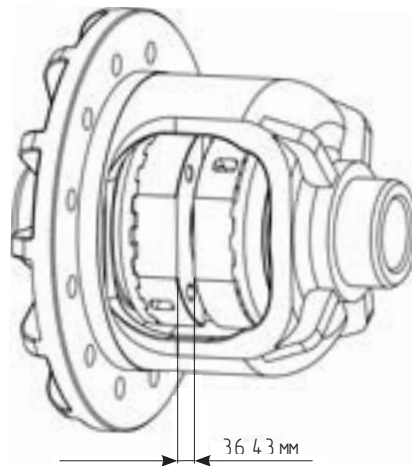

Рис. 10
14. Используя набор плоских щупов, измерьте зазор между муфтами как показано на **Рис. 10**. Зазор должен составлять от 3,6 до 4,3 мм.